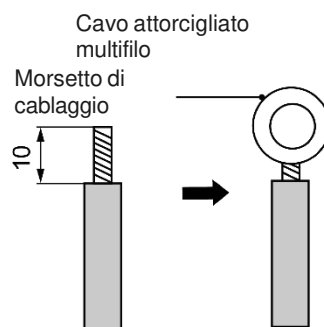

Fig. 5.2
- (2) Collegamento di cavi plurifilo intrecciati (illustrati nella Fig. 5.2)